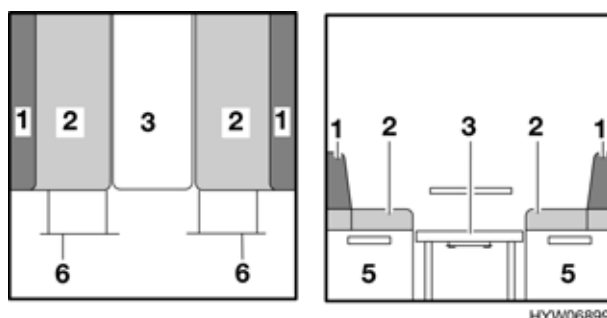

Fig. 82 Durante la trasformazione
- Estrarre la prolunga del cassone letto (Fig. 82,6).
► A seconda del modello si deve usare al posto del cuscino dello schienale (Fig. 82,1) un cuscino aggiuntivo in dotazione.